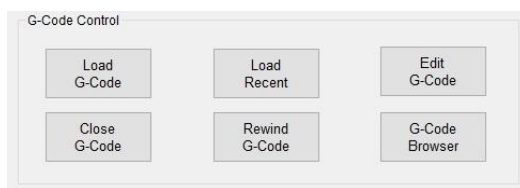

Fig. 77 Het vak 'G-Code Control'
1. Het vak 'G-Code Control' (Fig. 77) bevat zes knoppen: